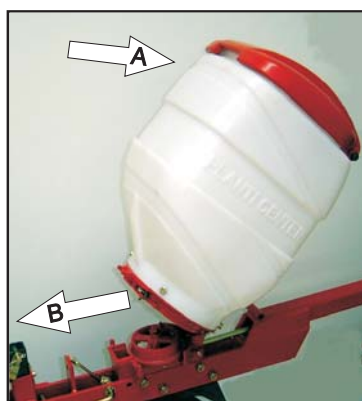

Fig. 22
2. Incline o reservatório para frente (A) e retire-o para fora, puxando-o para trás (B). - **Fig. 22**